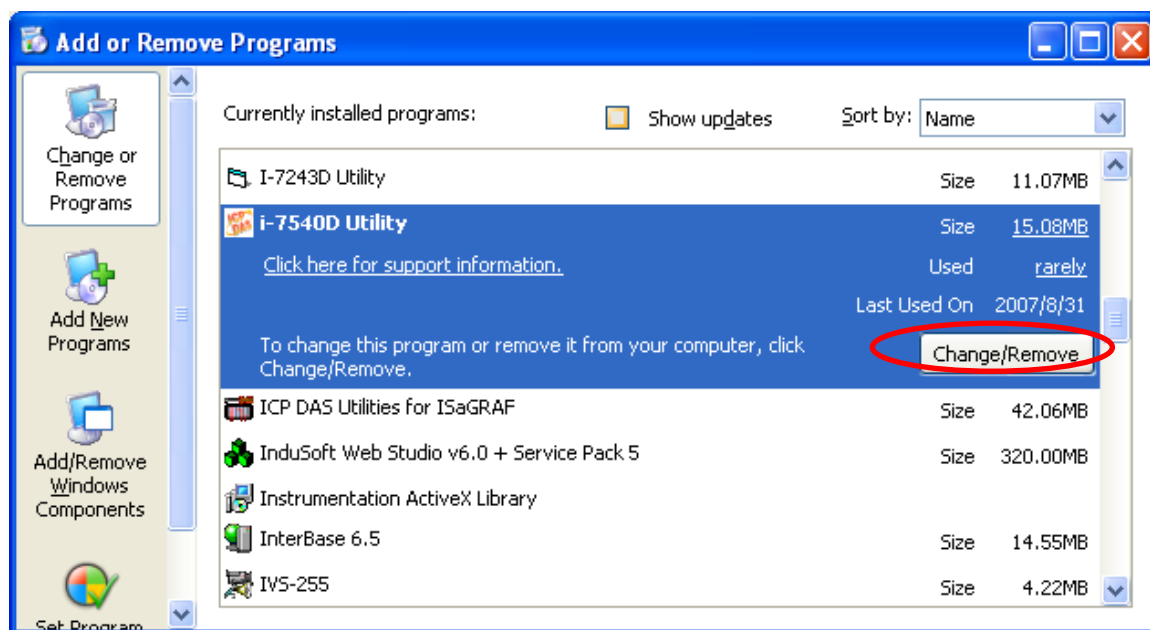

图 3-9: 点击「变更/移除」
Step 3: 找出 I-7540D Utility，并且点击「变更/移除」。如图 3-9 所示：